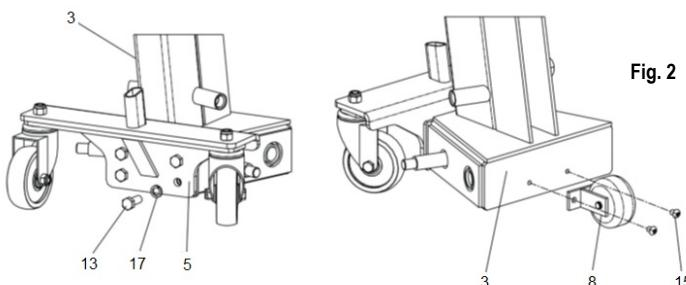

Fig. 2
- Utiliser la vis (13 - Fig. 2) et la rondelle élastique (17 - Fig. 2) pour connecter le groupe roue arrière (5 - Fig. 2) au châssis (3 - Fig. 2). À l'aide de la vis (15 - Fig. 2), fixer les composants de la roue auxiliaire (8 - Fig. 2) au châssis (3 - Fig. 2) et bloquer les vis.